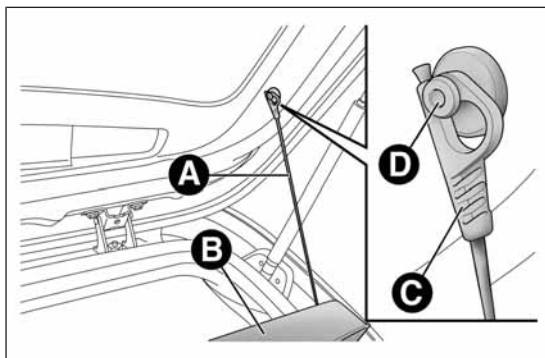

fig. 64
- ☐ liberar los extremos de las dos varillas A fig. 64 de sujeción de la bandeja B sacando los ojales C de los pernos de sujeción;